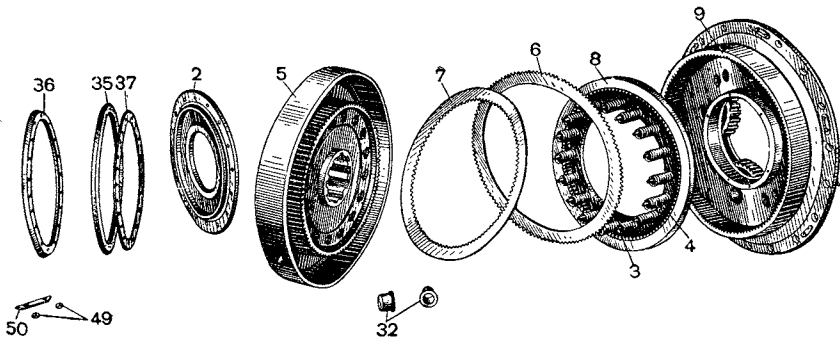

Рис. 170. Детали блокировочного фрикциона:
**Блокировочный фрикцион** планетарного механизма поворота (рис. 170) служит для соединения (блокирования) солнечной шестерни 1 (рис. 168) с водилом 9 при получении прямой передачи от главного вала коробки передач к ведущему валу бортовой передачи и для отключения солнечной шестерни от водила при получении замедленной передачи и торможении.